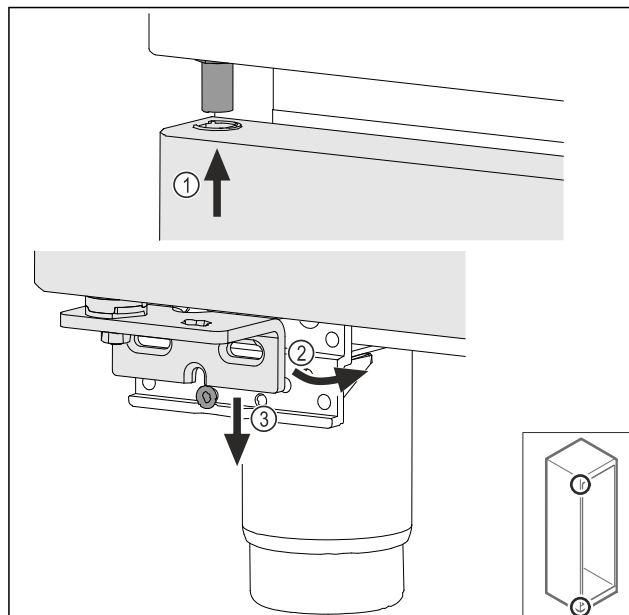

Fig. 74
- ▶ Așezați pe traseu ușa ușor basculată sus Fig. 74 (1), aliniați dreaptă ușa Fig. 74 (2) și așezați jos pe șurubul suportului de lagăr Fig. 74 (3).